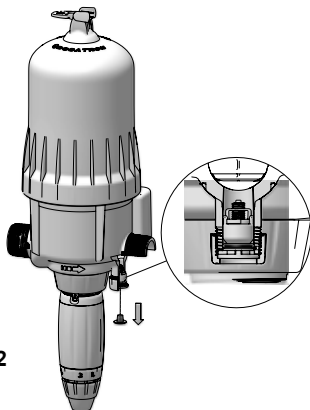

Fig. 12
- Pour le mettre en service, enlever la cape rouge (Fig.12).